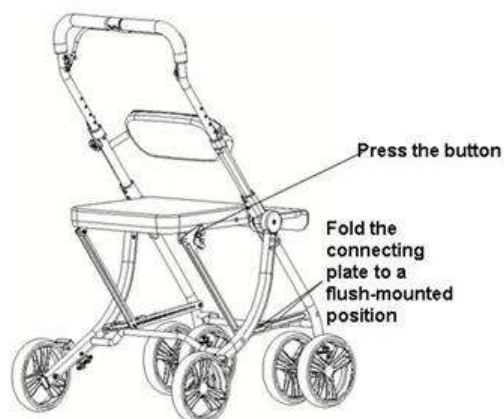

Figure 2
- Op dat moment zijn de twee opklapbare platen eronder uitgelijnd (zie afbeelding 2) en is de trolley volledig geopend (voor een betere zichtbaarheid is er geen tas op de afbeelding weergegeven).
Tijdens het inklappen houdt u met één hand de handgreep vast, drukt u met de andere hand op de ontgrendelingsclip naar binnen en trekt u vervolgens de zitting stevig omhoog om het inklapproces te voltooien, zoals weergegeven in afbeelding 2.